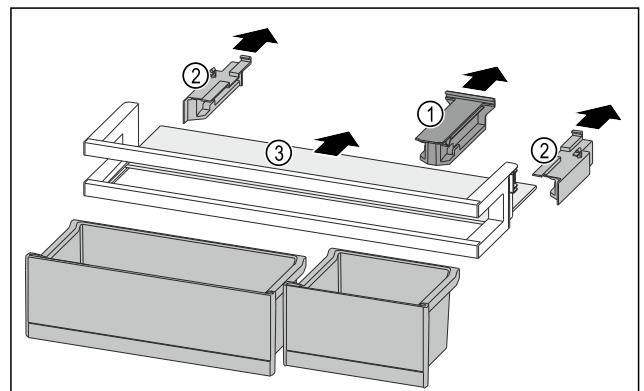

Fig. 172
- Halteteil Fig. 172 (1) abziehen.
- Seitenteile Fig. 172 (2) abziehen.
- Abstellfläche Fig. 172 (3) entnehmen.